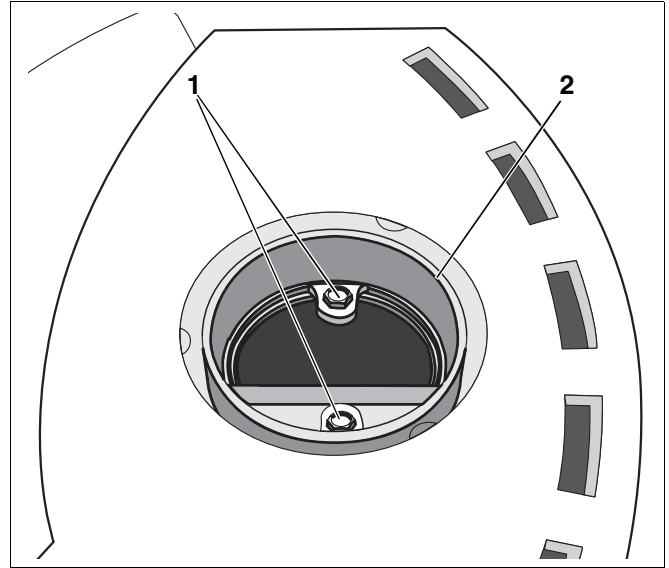

Abb. 6 Abgasanschluss Oberseite – Abgasstutzen
- Schrauben des Abgasstutzens am Abgasanschluss Oberseite lösen (Abb. 6, **Pos. 1**).
- Abgasstutzen entfernen (Abb. 6, **Pos. 2**).